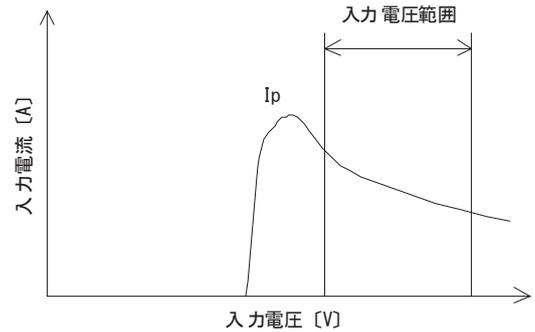

図3.2 入力電流特性
■入力電源にはDC-DCコンバータ立上げ時の電流 $I_p$ （図3.2）を考慮した、充分余裕のある電源を設定してください。